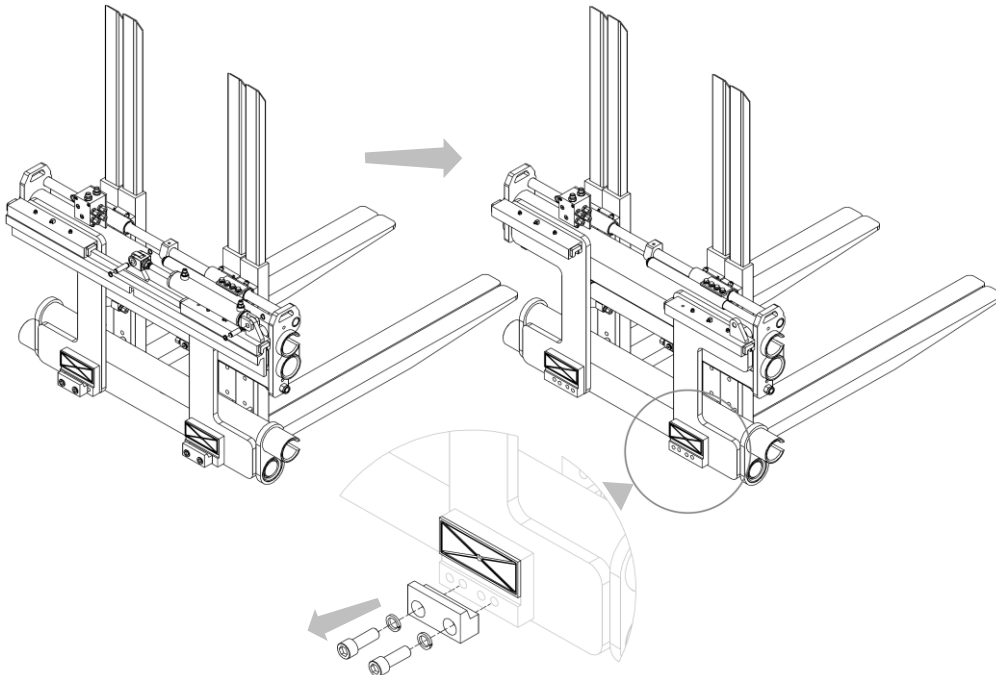

Figure 4
7. Retirer les crochets inférieurs de l'équipement et graisser les lardons/rouleaux de glissement (voir *Figure 4*).